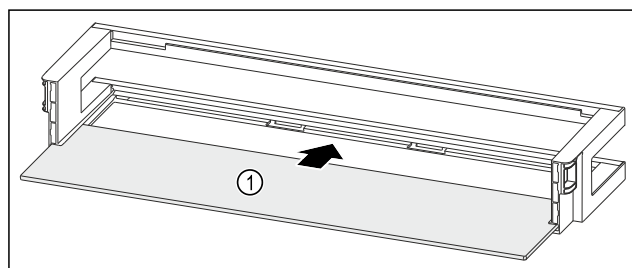

Fig. 119 Półka w drzwiach z półką
- Wsunąć półkę Fig. 119 (1) w boczne wycięcia.